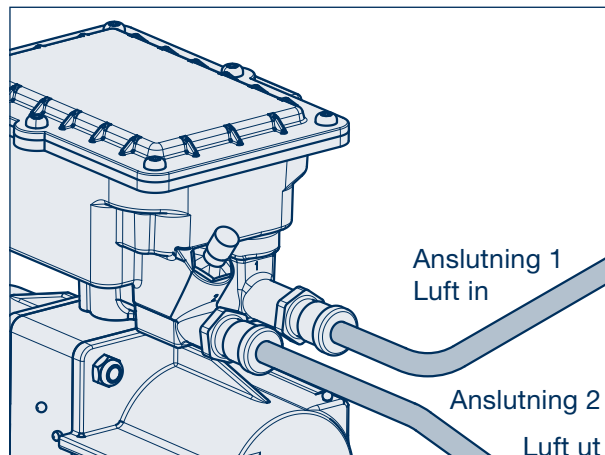

Bild 29
- [1] För axlar med luftfjädring, anslut matarledningar (Ø 8 x 1 mm PA-slang) till AirSave Control Box 141 (bild 29) direkt vid lufttanken för släpvnagnens luftfjädring.